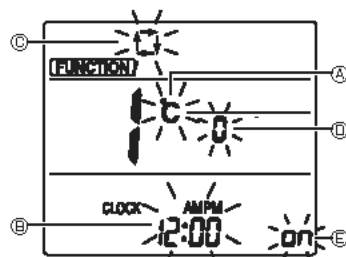

Fig. 7-10
3. Vérifiez que la fonction n° "1" est affichée puis appuyez sur la touche **MODE** ②. L'écran de réglage de l'affichage s'affiche. (Fig. 7-10)